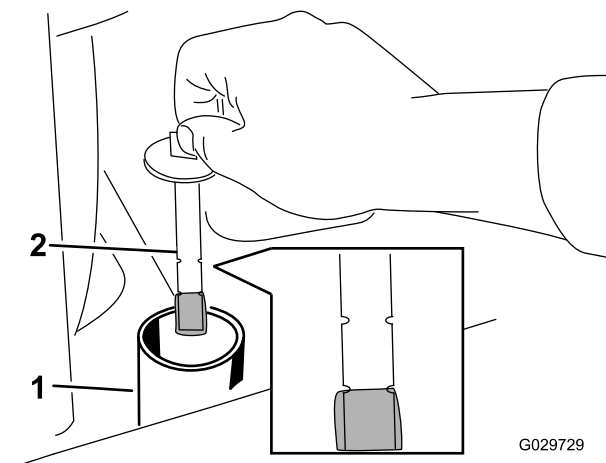

Рисунок 62
6. Снимите крышку гидравлического бака и извлеките масломерный щуп (Рисунок 62).